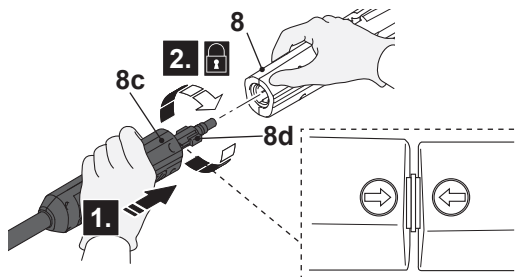

Fig. 5
- > Aliniați limbile (8d) lancei de extindere (8c) cu canelurile portului de conectare al pistolului de pulverizare (8) și introduceți-l. (Fig. 5 pasul 1).
- > Potriviiți cu siguranță lancea de extindere (8c) rotind-o în sens orar pentru a o bloca în poziție (Fig. 5 pasul 2). Asigurați-vă că săgeata de pe pistolul de pulverizare se aliniază cu săgeata de pe lancea de extindere.